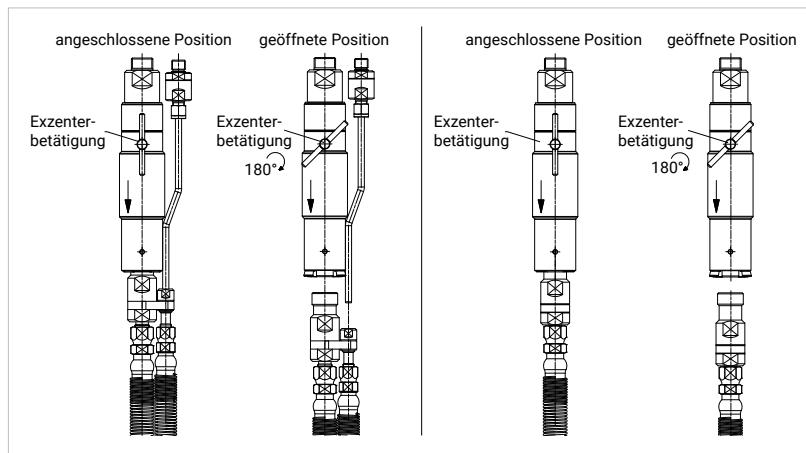

Abbildung 16
- Drehen Sie den Hebel der Exzenterbetätigung (Pos. 2) um 180° (Abbildung 16) ➔ die Spannzangen öffnen